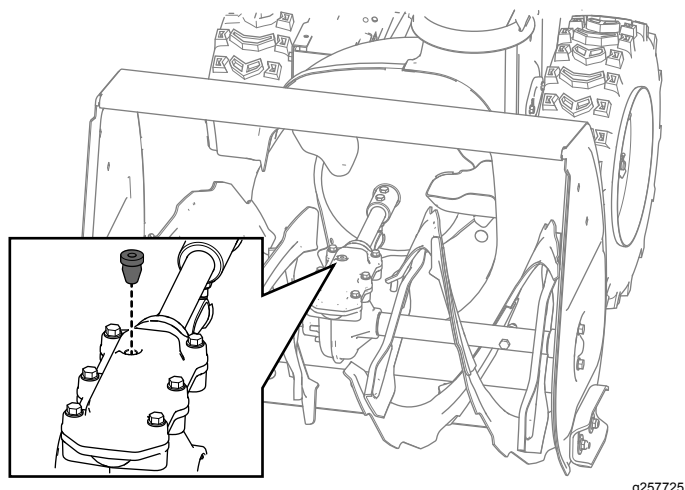

Figure 38
2. Nettoyez la surface autour du bouchon de tuyau et retirez le bouchon du boîtier d'engrenages (Figure 38).